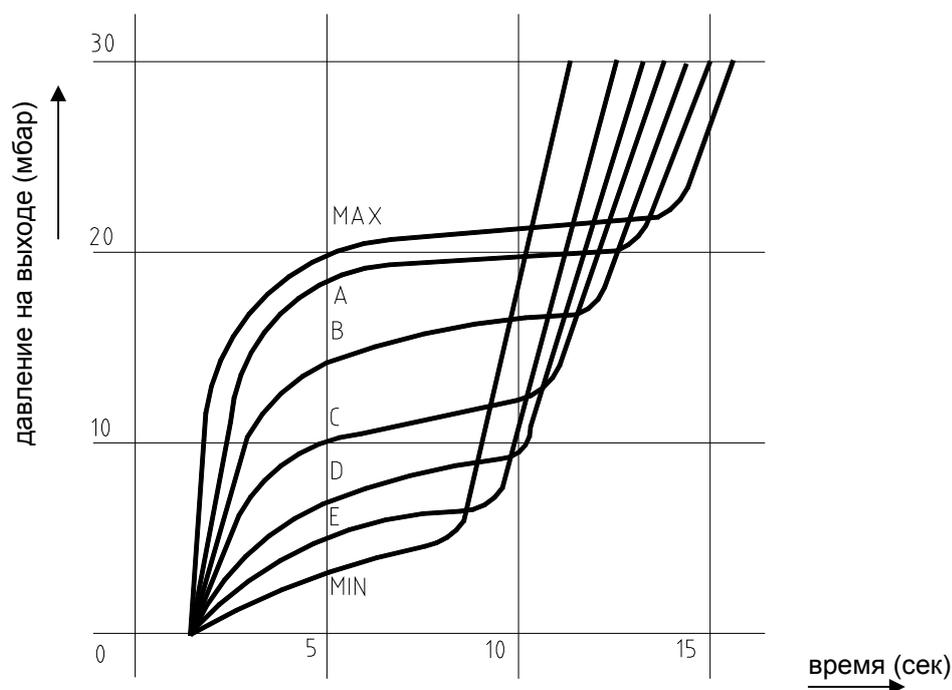

Рис. 17 Характеристики открытия главного вентиля
В производственном заводе вентиль Honeywell VK 4100A 1002 установлен на самый медленный разбег (см.рис. 17 - кривая MIN). В случае необходимости изменения характеристики открытия можно провести установку по следующим точкам на рис. 17.
3. Если стрелка повернута против направления движения газа, разбег самый медленный (см.рис. 17 - кривая MIN).
4. Если стрелка повернута в направлении движения газа, разбег самый быстрый (см. рис. 17 - кривая MAX).